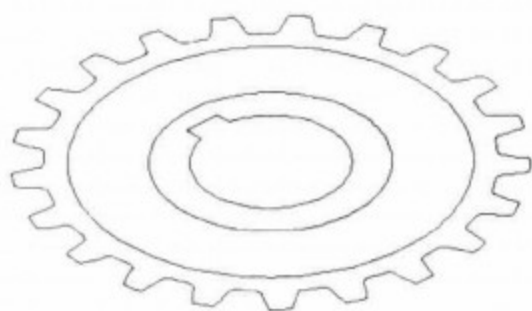

图 11-20 三维齿轮轮廓草图
(10) 单击【修改】工具条【面域】命令按钮 , 框选全部齿轮轮廓草图, 将齿轮轮廓草图形成面域。
(11) 单击【视图】工具条【西南等轴测视图】命令按钮 , 进入三维空间绘图环境如图 11-20 所示。
(12) 单击【实体】工具条【拉伸】命令按钮 , 命令行提示: